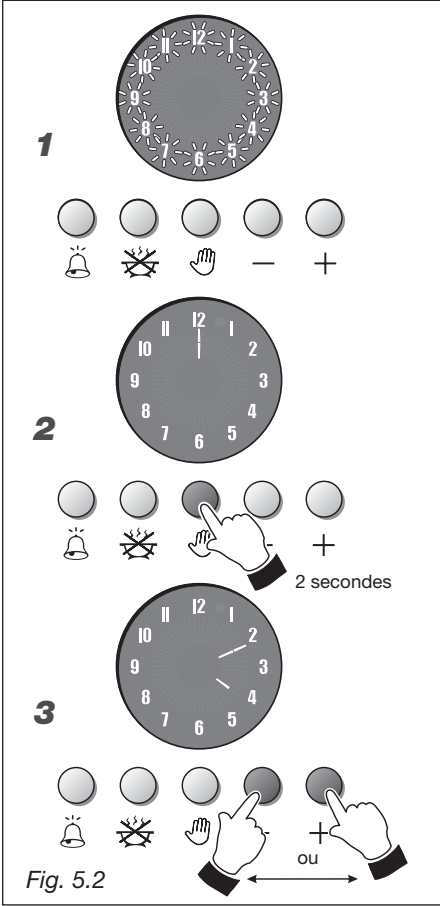

Fig. 5.2
HORLOGE (fig. 5.2)
- 1. Fig. 5.2 - Au premier branchement électrique du four ou après une coupure de courant, tous les chiffres du programmeur clignotent.
- 2. Fig. 5.2 - Pour régler l'heure appuyer sur la touche pendant une seconde; ensuite l'aiguille s'allume sur le 12.
- 3. Fig. 5.2 - Avant que 7 secondes ne s'écoulent, appuyer sur la touche $+$ ou $-$ pour régler les aiguilles lumineuses des heures et des minutes. Une fois le réglage effectué, au bout de 7 secondes, s'affiche l'aiguille lumineuse des secondes.